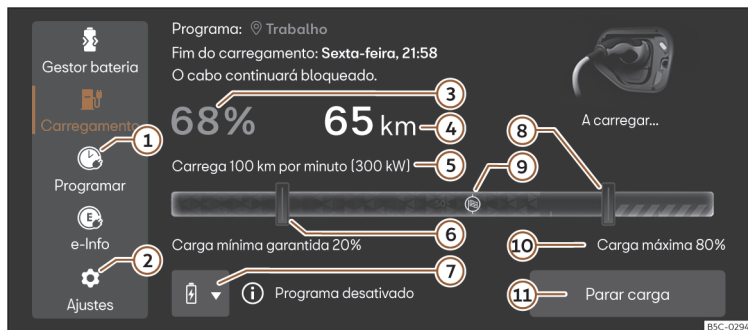

Fig. 66 No sistema infotainment: menu principal Carregamento.
2. Pressione o botão  2 >>> **Fig. 66**.